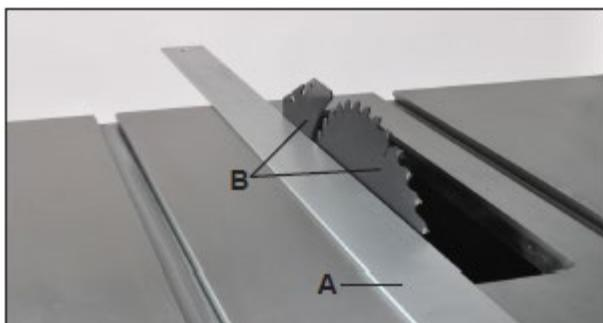
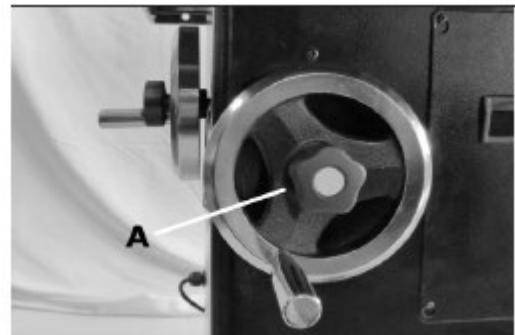

Рис. 16
Рис. 18
4. Положить поверочную линейку (рис. 16, А) к левой стороне пильного диска (рис. 18, В), выровнять разделитель и проверить его совмещение с пильным диском.
4. После поднятия пильного диска и установки его под  $90^\circ$  (проверить угольником) затянуть фиксирующую рукоятку маховичка наклона (рис. 18, А), расположенного сбоку тумбы, это предотвратит дальнейший наклон пильного диска.